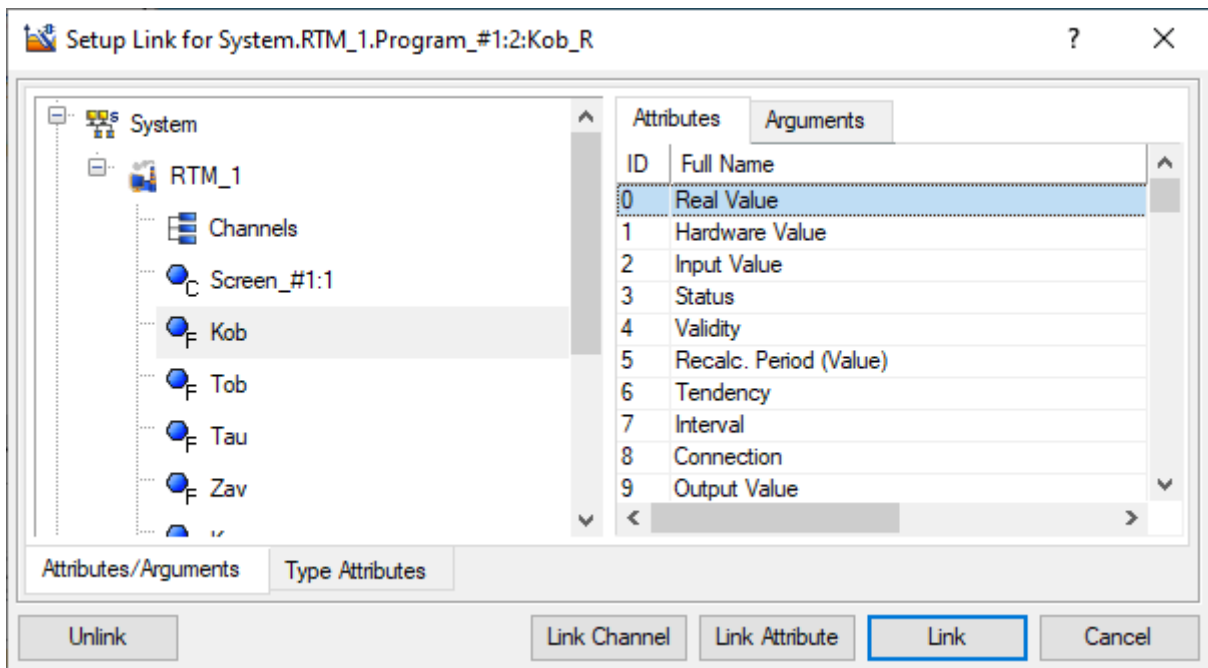

Рисунок 16 – Зв'язок аргументів програми з аргументами екрана
1.5 Виконати прив'язку аргументів програми до атрибутів каналів. У вікні навігатора проекту **Project Explorer** ПК на компоненті **Program#1:2** викликати контекстне меню та вибрати **Properties** (Властивості). У вікні, що відкрилося, вибрати вкладку **Arguments** (Аргументи). Подвійним натисканням ЛК у полі **Link** (Прив'язка) для рядка **Kob** відкрити вікно конфігурування зв'язку. Вибрати у лівій частині вікна елемент **Kob**, потім у правій частині на вкладці **Attributes** (Атрибути) рядок **Real Value** (Реальне значення) та натиснути кнопку **Link** (Прив'язка) (рис. 16). Аналогічно прив'язати аргументи програми **Tob, Tau, Kr, Ti, Td, Zav** до реального значення каналів **Tob, Tau, Kr, Ti, Td, Zav**.